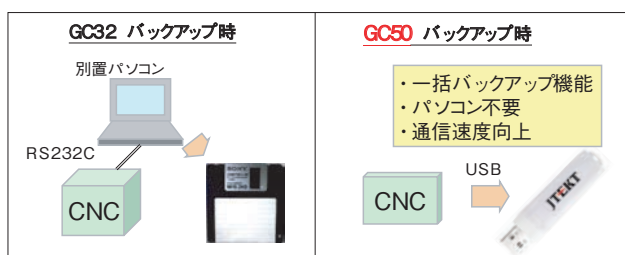

図3 データバックアップ
- 4) PLCツールなど周辺ツールをCNCに統合することにより専用ツールを不要とした。また、USBポート内蔵により専用ツールを用意することなく全装置(PLC・CNC・サーボ)のデータバックアップを可能にしている(図3)。